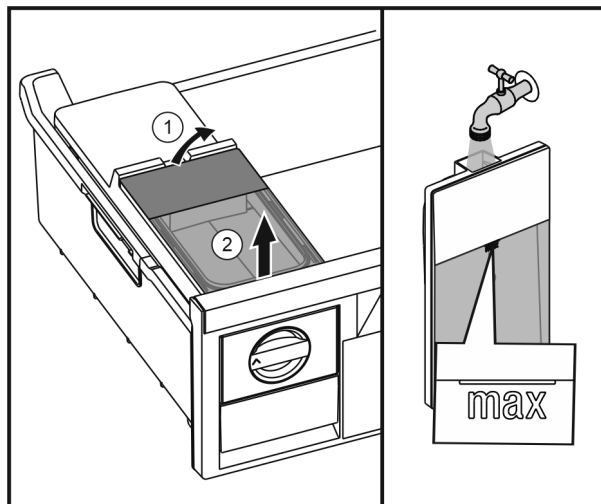

Fig. 48
- Поднять бак для воды сзади Fig. 48 (1) и извлечь движением вверх Fig. 48 (2).